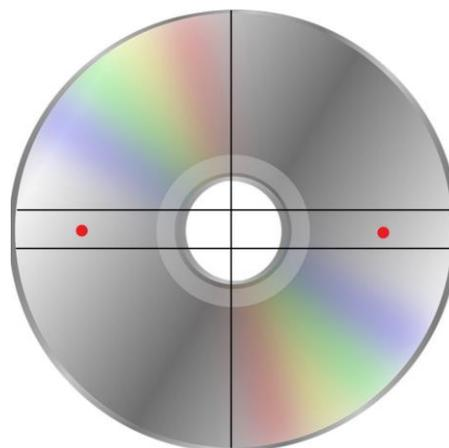

Рис. 7.0.7. Луч на диске
2. Включить лазер и направить луч параллельно оптической скамье через отверстие в линейке на диск. Луч должен попасть практически на горизонтальный диаметр диска справа или слева от его центра (рис. 7.0.7). При правильном расположении элементов установки отражённый от диска луч также попадает в отверстие на линейке. На линейке получается симметричная относительно отверстия дифракционная картина, состоящая из чётких максимумов (рис. 7.0.6).